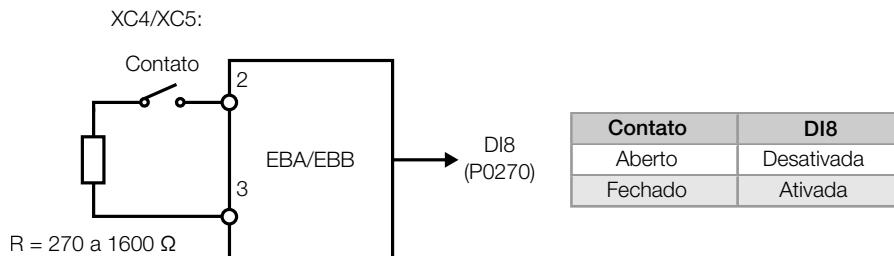

Figura 5.33: DI8 como entrada digital normal
- Caso deseje utilizar DI8 como uma ‘entrada digital normal’, deve-se programar o parâmetro P0270 com a função desejada e conectar um resistor entre 270 e 1600 Ω em série com a entrada, como indicado na Figura 5.33 na página 5-56.